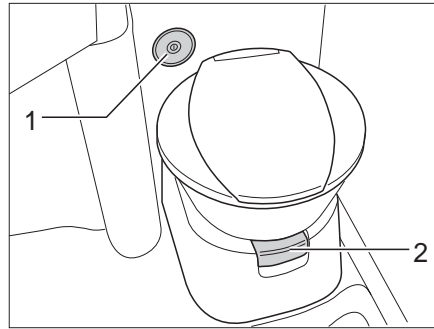
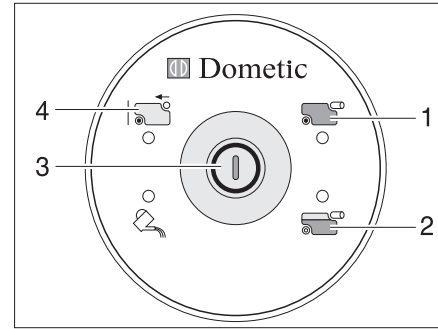

Fig. 258 Taza del inodoro con unidad de control y de mando
Fig. 259 Unidad de control y de mando del inodoro
Antes de utilizar el inodoro dejar que un poco de agua llegue a la taza del inodoro. Para esto, pulsar el botón del inodoro (Fig. 259,3) en la unidad de control y de mando (Fig. 258,2).
- Antes del lavado, abrir la corredera del inodoro. Para esto extraer la palanca de corredera (Fig. 258,1).
- Para lavar, pulsar el botón del inodoro (Fig. 259,3).
La luz de control (Fig. 259,2) se enciende cuando 3/4 del depósito de aguas fecales están llenos.
La luz de control (Fig. 259,1) se enciende cuando es necesario vaciar el depósito de aguas fecales.
- Abrir la corredera. Para esto extraer la palanca de corredera (Fig. 258,1).
- Hundir la palanca de corredera (Fig. 258,1). Se cierra la corredera. Para el vaciado debe estar cerrada la corredera del inodoro.
- Sacar el depósito de aguas fecales y vaciarlo como se describe en los apartados 12.8.4 y 12.8.5. En la unidad de control y de mando se enciende el visualizador "depósito de aguas fecales sacado" (Fig. 259,4).